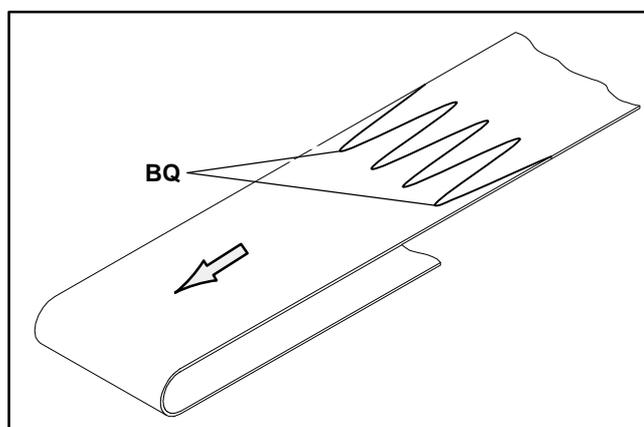

Abbildung 28
1. Das Förderband so ausrichten, daß die Spitzen der Gurtspleißung (BQ siehe Abbildung 28) laut Angaben auf dem Etikett in die Laufrichtung des Gurtes weisen (BP siehe Abbildung 26).